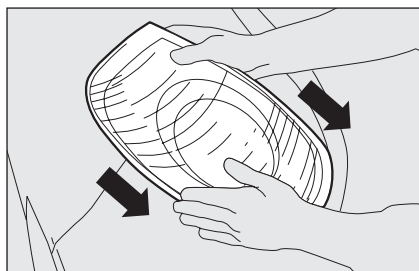

fig. 28
- extraire le groupe optique en le défilant en se servant des deux mains dans le sens indiqué par les flèches **fig. 28**;